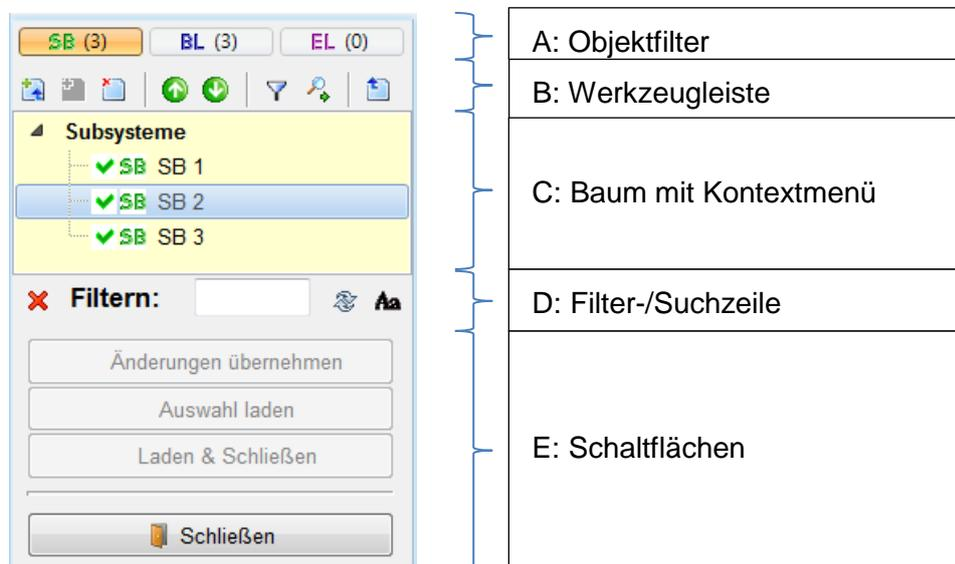

Abbildung 10: Navigationsfenster im SISTEMA-Bibliotheksfenster
Das Navigationsfenster (Abbildung 10) stellt in fünf Bereichen die folgenden Aktionen und Steuerelemente bereit:
- Im Navigationsfenster wurde ein Objekt der höchsten angezeigten Hierarchieebene (Subsystem, Block oder Element) mit der Maus markiert. Dieses ist das zu ladende Objekt, in Abbildung 10 auf Seite 17 ist es das ausgewählte Subsystem „SB2“.